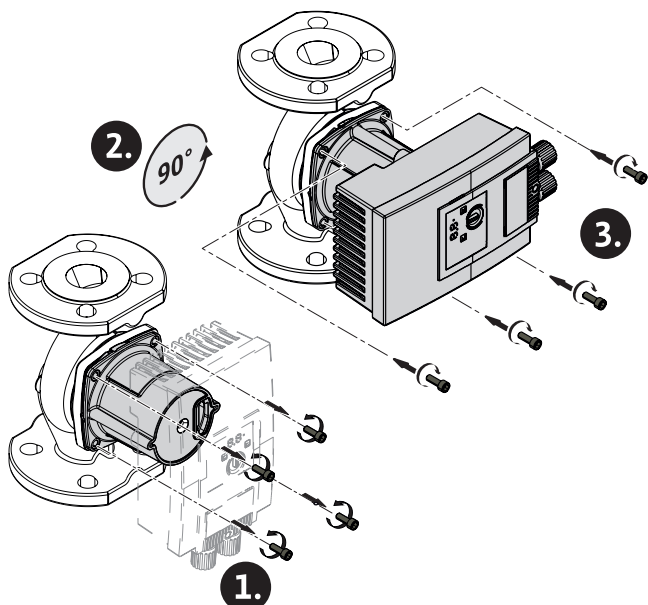

Fig. 5: A motor igazítása
2. Lazítsa meg a motorfejet és óvatosan forgassa el → Fig. 5.